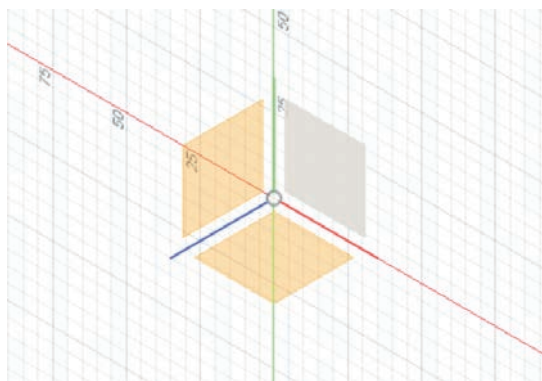

Рис. 28. Выбор плоскости для построения эскиза
1.2. Выберем боковую плоскость (рис. 28), так как мы будем изображать вид сбоку, а затем «вытягивать» его в сторону.